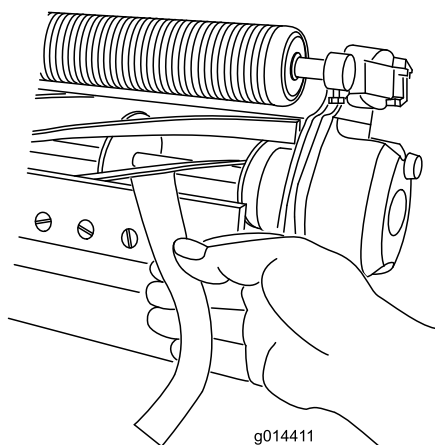

图10
B. 在滚刀与底刀之间插入一长条剪切性能纸Toro 零件号 125-5610 纸要与底刀垂直 **图10** 然后缓慢向前旋转滚刀此操作应能切断性能纸如果不能请重复步骤 A 和 B 直至切断为止。
11. 在滚刀与底刀之间插入一长条剪切性能纸 Toro 零件号 125-5610 纸要与底刀垂直 图10 然后缓慢向前旋转滚刀此操作应能切断性能纸如果不能将每个底刀架调节螺丝都顺时针旋转 1 格直至切断为止。